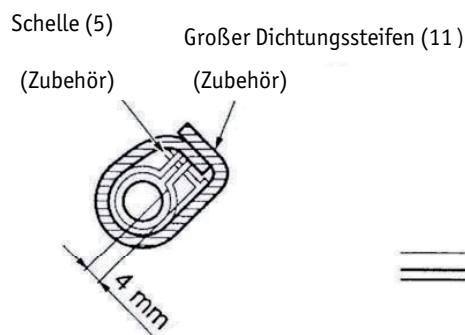

Abb. 3
- Umwickeln Sie beiliegenden Dichtungsstreifen (11) über der Zwinde und dem Ablassschlauch zur Isolierung (s. Abb. 3).